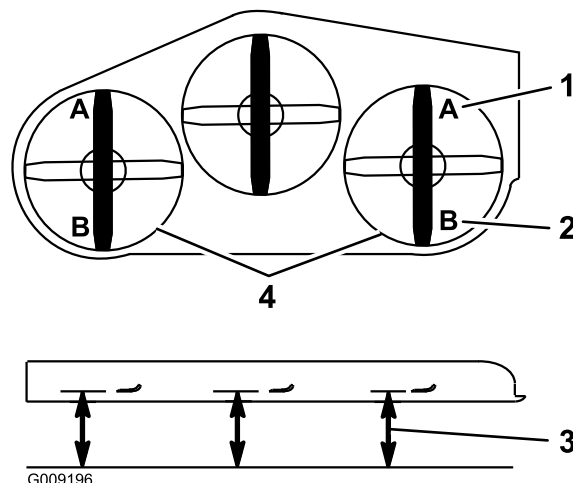

Figure 89
9. De chaque côté du tablier de coupe, mesurez la distance entre la surface plane et la pointe avant de la lame (position A). On doit obtenir un écart de 7.6 cm (3 po) (Figure 89).
15. De chaque côté du tablier de coupe, mesurez la distance entre la surface plane et la pointe arrière de la lame (position B). On doit obtenir un écart de 8.3 cm (3 1/4 po) (Figure 89).